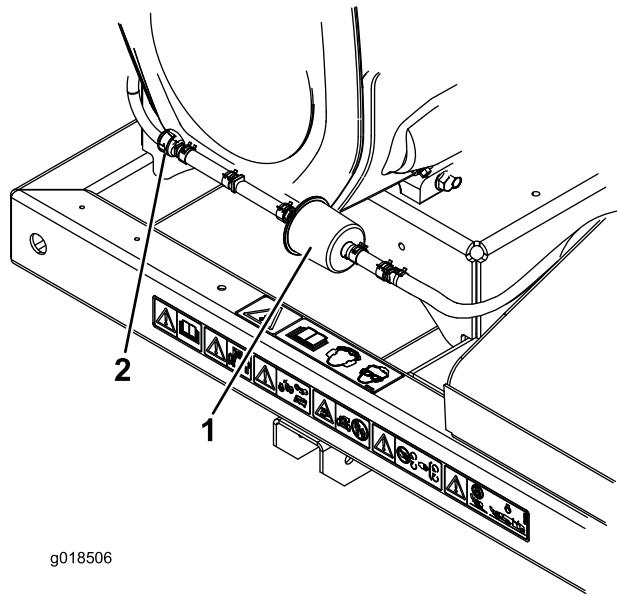

Figura 3
- Spostate le fascette stringitubo del tipo a molla su entrambi i lati del filtro della linea di spurgo del canister a carboni attivi lontano dal filtro (Figura 3).
- Togliete il filtro a carboni attivi e gettatelo (Figura 3).
- Montate un nuovo filtro nel flessibile con la freccia del filtro rivolta verso la valvola di ritenuta e fissatelo con le fascette stringitubo (Figura 3).